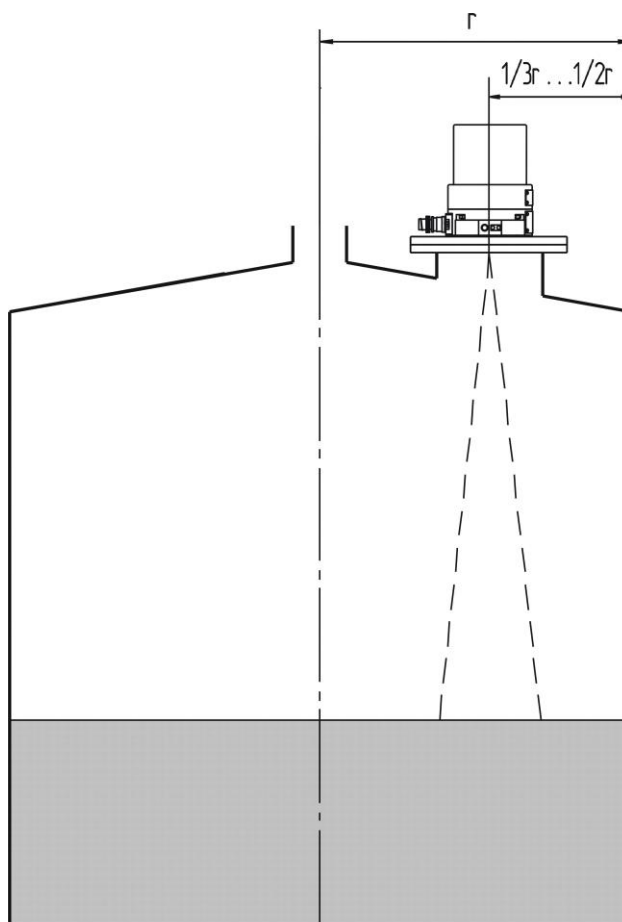

Рис. 4.7. Установка прибора
- расстояние от стенки емкости до центральной оси уровнемера выбирать в пределах  $1/2 \dots 1/3$  радиуса резервуара, рис. 4.7;